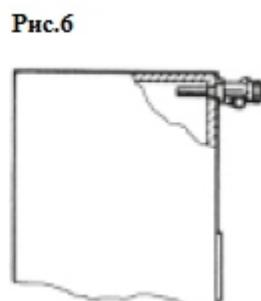

Рис.6
Рис.6 горизонтальная установка.
- в случае горизонтальной установки (рис.6) используйте белые цифры.